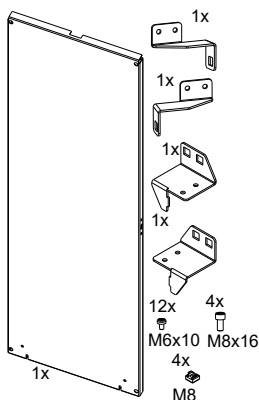

Рисунок 1 – Панель монтажная
- проверить комплектность (рисунок 1, 2).